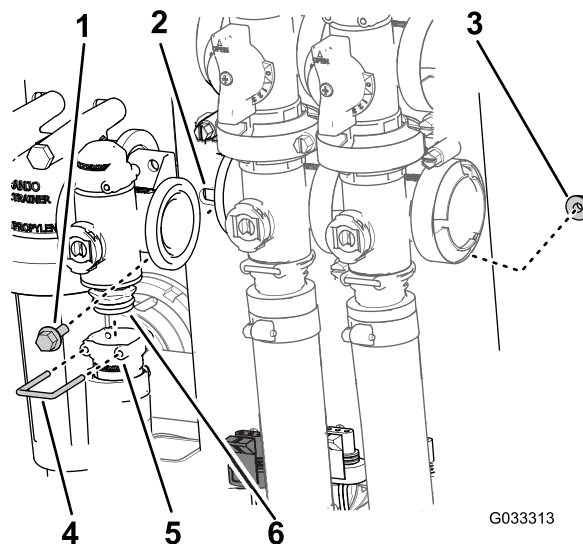

Figura 63
2. Rimuovete il fermo che fissa il raccordo di uscita al collettore per la valvola di comando del volume (Figura 63).
3. Rimuovete i 2 bulloni a testa flangiata e i 2 dadi di bloccaggio flangiati che fissano la valvola di comando del volume al supporto della valvola e rimuovete il collettore della valvola dalla macchina (Figura 63).